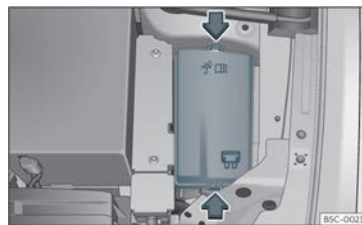

Fig. 52 No compartimento do motor: tampa da caixa de fusíveis.
- Pressione as patilhas de bloqueio para desbloquear a tampa da caixa de fusíveis »» **Fig. 52.**